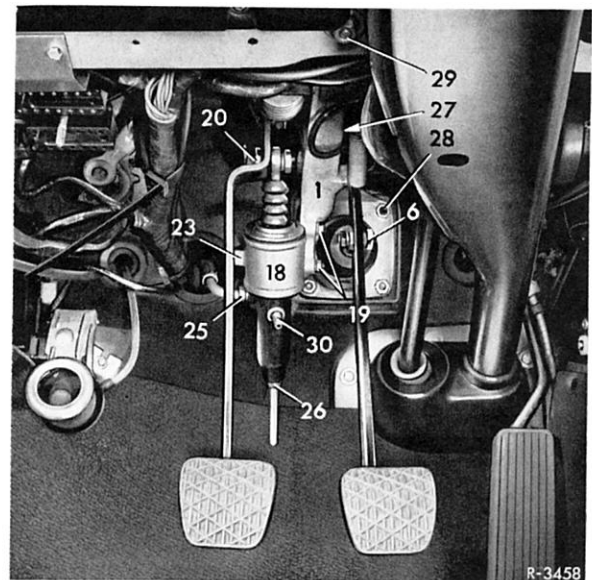

Bild 29-4/2
2 Exzenter-schraube (20) lösen und abnehmen (Bild 29-4/2).
3 Geberzylinder (18) nach Lösen der Schrauben (19) abnehmen (Bild 29-4/2).
Bei den Typen 200/8 bis 220 D/8 ist hierbei auf den mit dem Geberzylinder zusammen festgeschraubten Wegbegrenzungsanschlag (23a) zu achten (Bild 29-4/3 und 4).